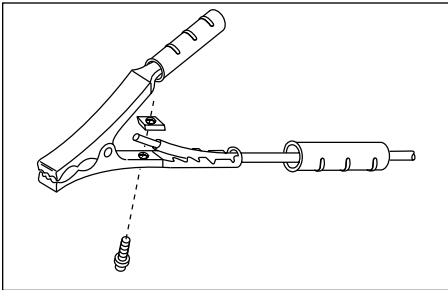

Figura 3 - Conjunto de la pinza de tierra
2. Inserte el cordón (marcado "trabajo" en el panel delantero de la soldadora) a través del mango de la abrazadera y deslice el alambre desnudo debajo del bloque de la abrazadera. Apriete el perno hexagonal asegurándose que el alambre desnudo quede firmemente sujeto (Figura 3).